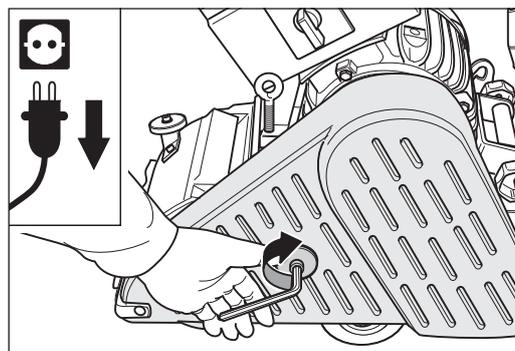

Abb. 93 Den Riemenschutz schließen.
- 9 Nachdem Sie beide Seitenräder ausgetauscht haben, schließen Sie den Riemenschutz (Abb. 93).
- 8 Schließen Sie den Riemenschutz (Abb. 93).